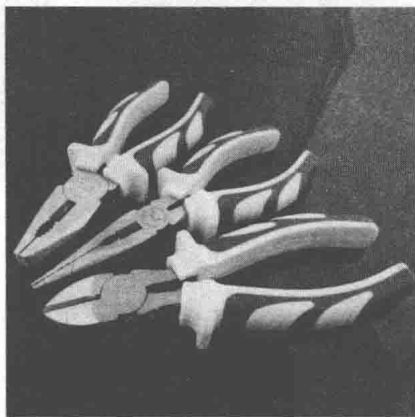

图 1.8 电工钳实物
① 电阻率 电阻率是绝缘材料最基本的性能指标,足够的绝缘电阻能把电气设备的泄漏电压限制在很小的范围以内,用在电子产品上的绝缘材料电阻率一般在  $10^9 \Omega \cdot \text{cm}$  以上。
② 击穿电压 击穿电压这个指标描述了绝缘材料抵抗电击穿的能力。当外施电压增高到某一极限值时，材料会丧失绝缘性而击穿。通常以 1mm 厚的绝缘材料所能承受的电压值来表示击穿电压。一般电工钳的绝缘外套可耐压 500V，必须注意不要在超过此电压的场合使用。如图 1.8 所示，是常见的电工钳实物，金属上的绝缘外套是不可以剥掉的。